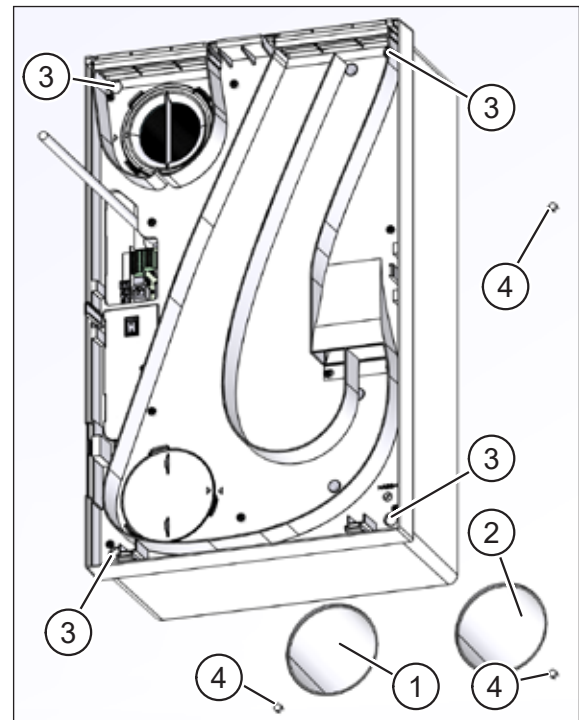

Abb. 37: Lüftungsgerät befestigen – Aufputzmontage
- ▶ Setzen Sie das Lüftungsgerät so an, dass die Luftstutzen mit dem Außenluftrohr (Pos. 1 in Abb. 37) und Fortluftrohr (Pos. 2 in Abb. 37) fluchten.
- ▶ Befestigen Sie das Lüftungsgerät mit den vier Kreuzschlitzschrauben 5 x 120 mm (Pos. 3 in Abb. 37) in den Dübeln (Pos. 4 in Abb. 37) an der Wand. Ziehen Sie dabei die Schrauben **leicht** über Kreuz an.